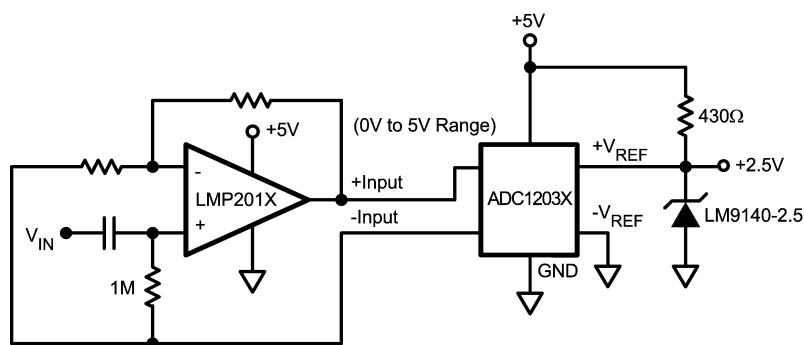

FIGURE 7.
LMP201X は、AC 結合か DC 結合かにかかわらず、A/D コンバータ入力の直前に置くアンプ段として最適です。Figure 7 および Figure 8 参照。その理由は以下のような重要な特性によります。
- E) フルスイング出力が可能のため、5V の単一電源のコンバータ回路でも ADC のダイナミック・レンジを大きくできます。ADC 用増幅器として LMP201X を使用した場合のブロック図を、以下に示します (Figure 7 および Figure 8)。